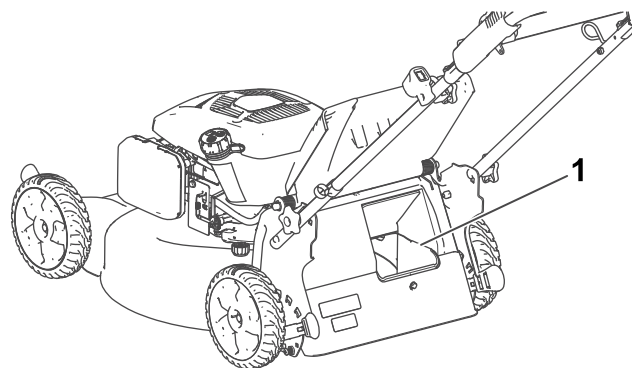

Figure 27
**Important:** Pour que le ramassage s'effectue correctement, enlevez les déchets d'herbe et autres qui se trouvent sur le volet de ramassage sur demande et l'ouverture (Figure 27) avant de changer la position du levier de ramassage sur demande.